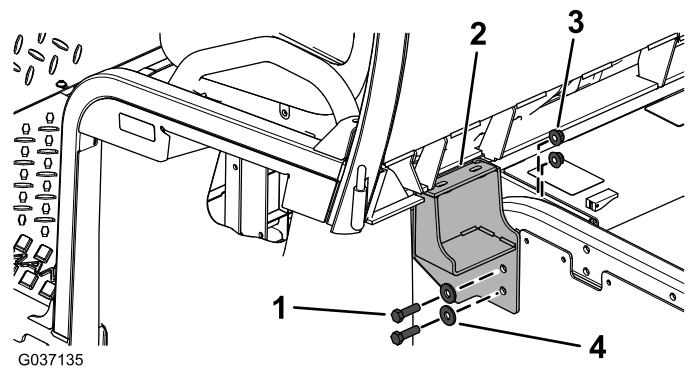

Figura 7
- Instale provisionalmente los soportes izquierdo y derecho de la cabina con pernos de cabeza hexagonal (3/8" x 1¼"), arandelas (3/8") y tuercas con arandela prensada (3/8"), tal y como muestra en la Figura 7.
8. Apriete los soportes izquierdo y derecho y apriete los pernos a 58 N·m, tal y como se muestra en la Figura 7.